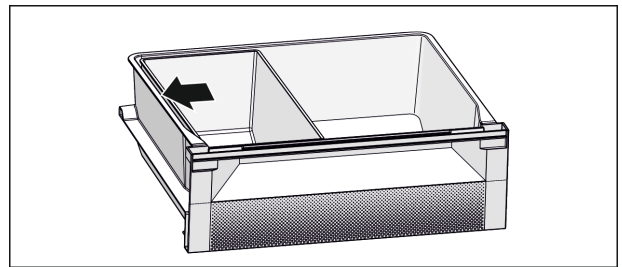

Fig. 8
- ▶ Für eine optimale Kühlfunktion: Fish & Seafood-Schale nach Abbildung (siehe Fig. 8) positionieren.